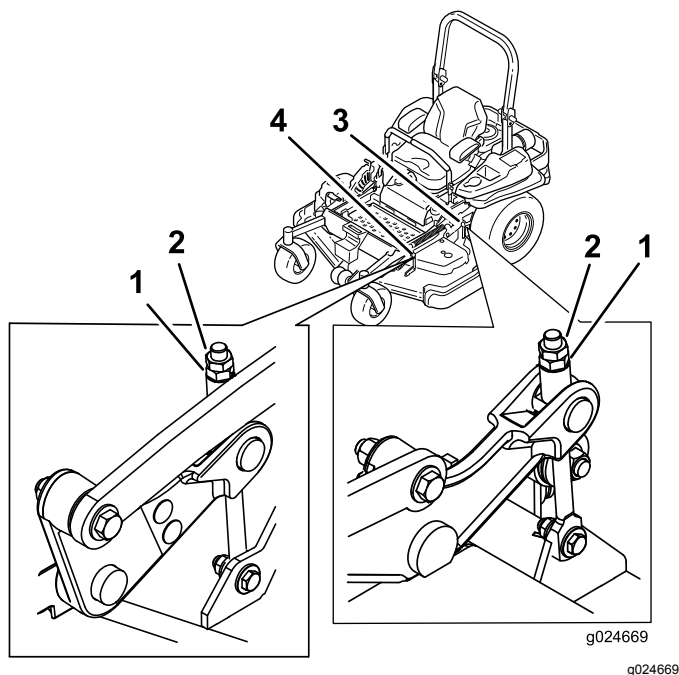

Figure 86
9. Ajustez précisément le serrage de l'écrou de réglage sur l'ensemble de relevage du plateau avant (voir Figure 86).
14. Ajustez précisément la vis de réglage en la tournant de manière à obtenir une hauteur de 83 mm (**Figure 86**).